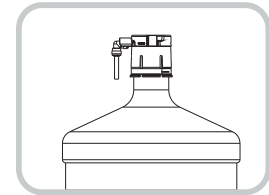

Fig.1
D. Faites glisser le collier sur le goulot de la bouteille jusqu'à ce qu'il clique en place (Fig. 1)